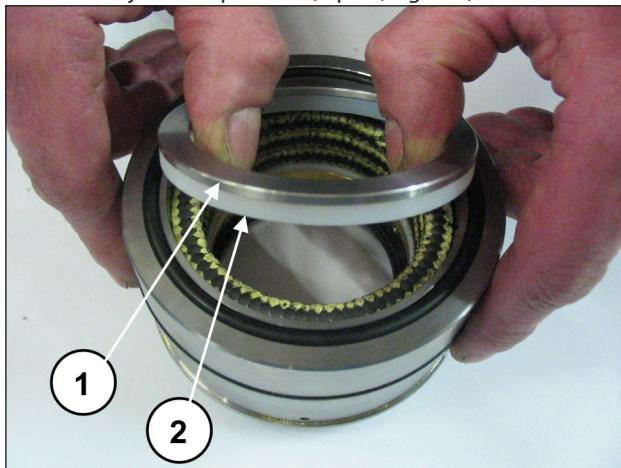
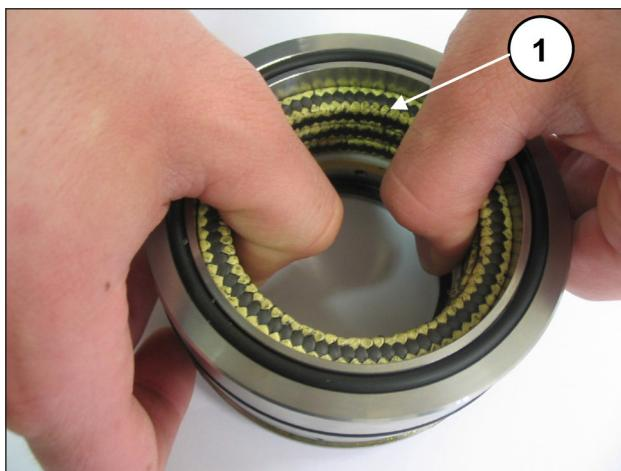

Fig. 161
Fig. 162
Désassembler le support des joints de la chemise, ôter l'anneau du ressort et l'anneau racleur (rep. ①②, Fig. 161) pour accéder aux joints de pression (rep. ①, Fig. 162).